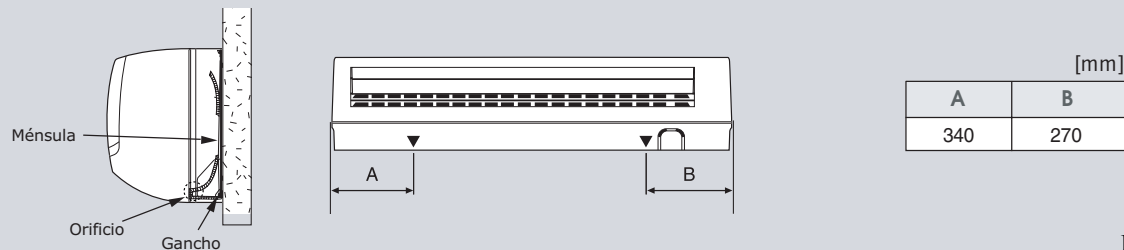

Figura 12
- Luego de la instalación, de existir un espacio significativo entre la unidad y la pared, deberán ser ajustados los dos tornillos a la pared. Referirse a la figura 12 para la colocación de los mismos.
- Quitar la rejilla del marco; ① Separe el bloque terminal quitando dos tornillos de la rejilla del marco.
② Tire las marcas de triángulo localizadas en el fondo de la rejilla de marco y levante la rejilla a la parte superior de la unidad.